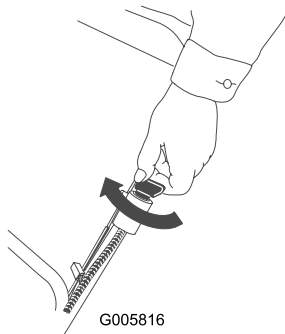
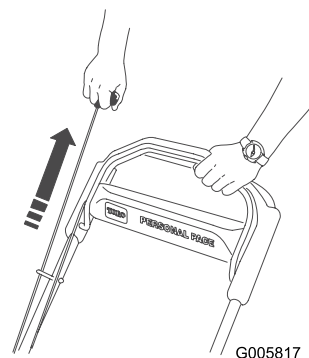

Figura 17
Figura 18
3. Arranque el motor usando la llave de contacto (modelo 20656 solamente) (Figura 17) o el arrancador de retroceso (Figura 18).